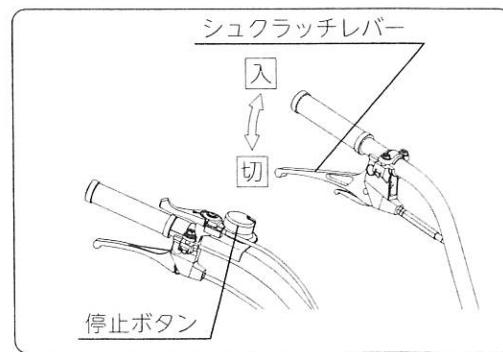

図12
- ① 主クラッチレバーを「切」位置にして、停止します。 (図12)
- ② スロットルレバーを「低速」位置に戻します。
- ③ 停止ボタンを押してエンジンを停止します。 (図12)